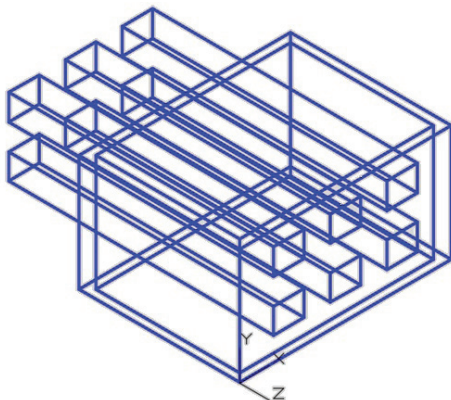

Рис. 3.2.11. Выдавливание призм-окон
**ВЫДАВИТЬ** Высота выдавливания или [Направление Траектория Угол конусности Выражение]: укажем курсором направление выдавливания вдоль оси **OZ** (рис. 3.2.11), длину тел зададим произвольно, но больше ширины здания. Закончим команду, щелкнув **ЛКМ**.